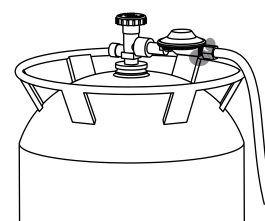

Figure 9
- Regulátorem a hadicí (viz Figure 9)